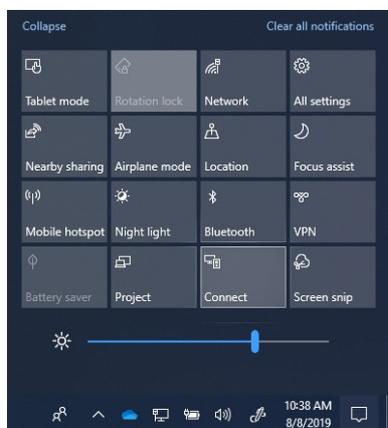

Figure 1 : action rapide de connexion
- **Via le centre de maintenance.** Dans le centre de maintenance (figure 1), cliquez sur l' **action rapide de connexion**.